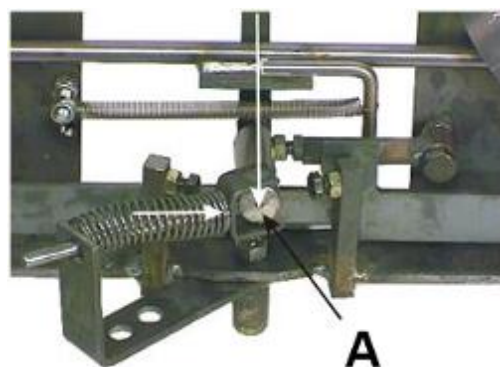

Bild 22. Klyvmekanismen i utgångsläge
1. I utgångsläget är ventilens ledspak A i mittläge och fjädern trycker den till höger. (Bild 22.)